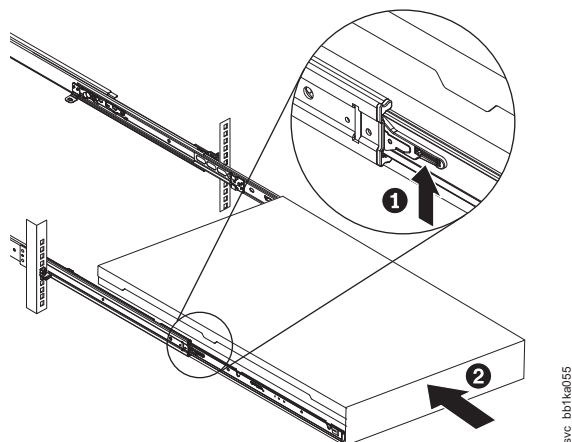

図 72. ラックのスライド・レールの ロック・レバーを上げる
11. スライド・レール上のロック・レバー (図 72 の **1**) を上げて、サーバー **2** を、所定の位置にカチッと音を立てて収まるまで、ラック内に完全に押し込みます。